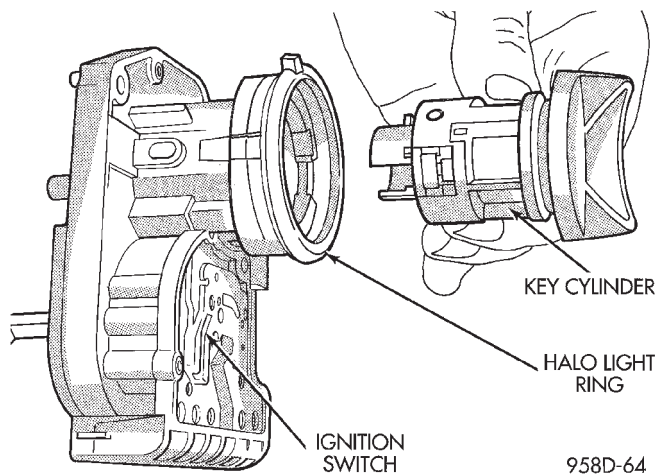

Fig. 8 Key Cylinder Removal
- (d) Remove key cylinder from ignition switch (Fig. 8).